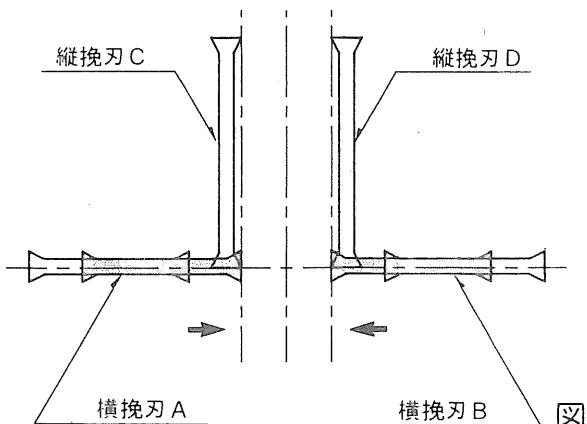

図 2
3. A の横挽刃を C の刃先にあわせます。(図 2)
4. B の横挽刃を D の刃先にあわせます。(図 2)